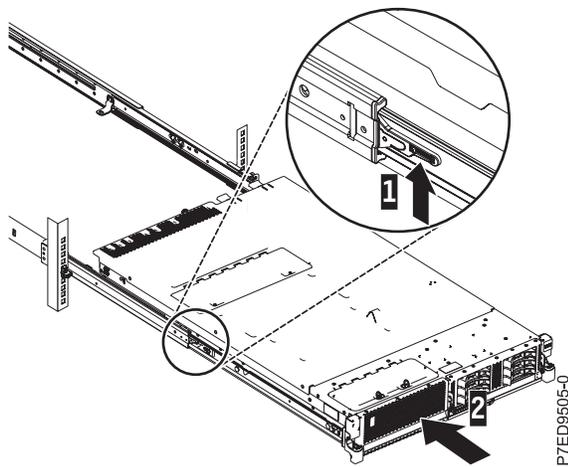

Figura 9. Pestillos y servidor
3. Levante los pestillos azules (1) de los rieles deslizantes y empuje el servidor (2) totalmente hacia el interior del bastidor hasta que quede encajado en su sitio, tal como se muestra en la Figura 9 en la página 9.